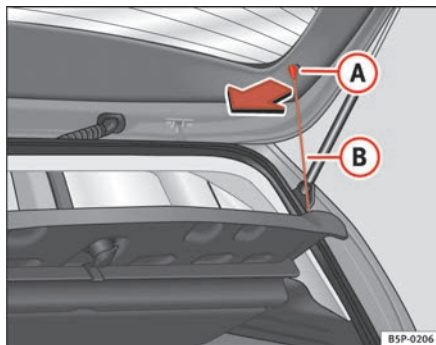

Fig. 124 Bandeja portaobjetos
- Desenganche los tirantes ⇒ fig. 124 **B** de los alojamientos **A**